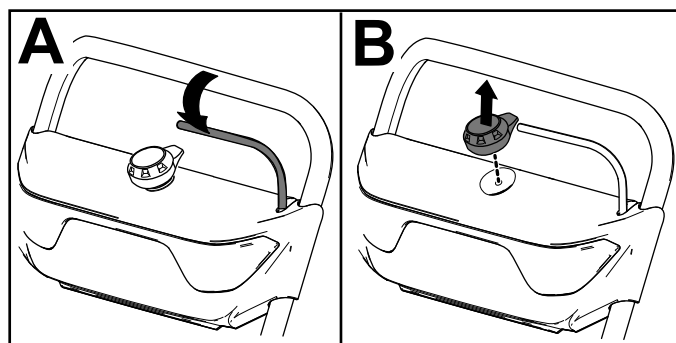

Рисунок 12
1. Отпустите штангу (вид А на Рисунок 12).
2. Выньте кнопку электрического запуска из электрического стартера (вид В на Рисунок 12).